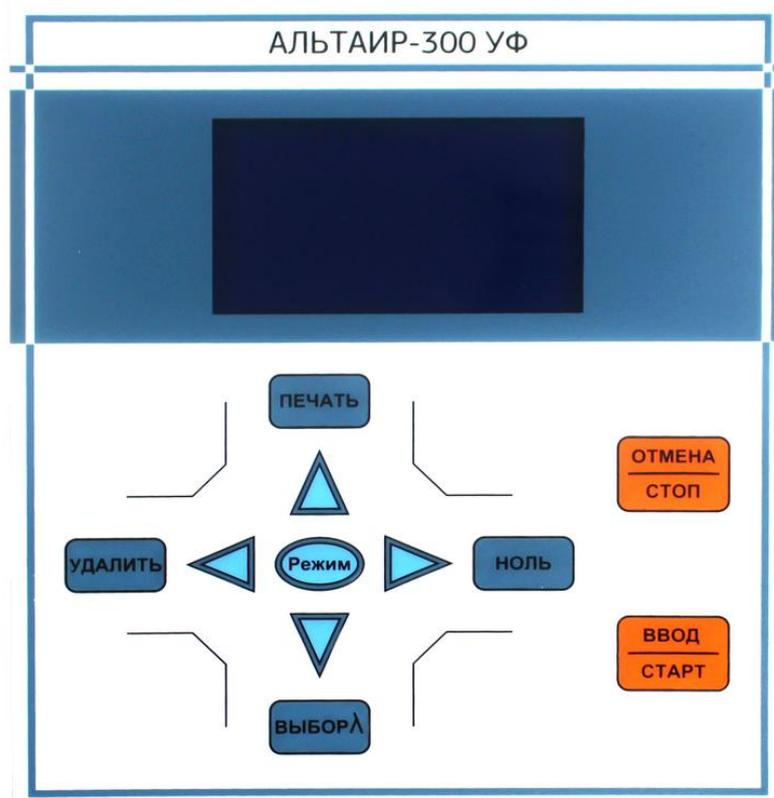

Рисунок 3. Устройство ввода и отображения информации
Рисунок 3а. Внешний вид спектрофотометра.
Рисунок 3б. Задняя стенка спектрофотометров
2.4.1.4. Произведите установку темного тока. Ручкой перемещения кюветодержателя расположите на пути светового пучка адаптер-заглушку и нажмите кнопку “▲” (“0%Т”), после этого дисплей должен показывать значение “0.000” (См. рисунок 3). Если дисплей показывает другое значение, повторите попытку еще раз. Калибровка занимает 1-2 секунды.